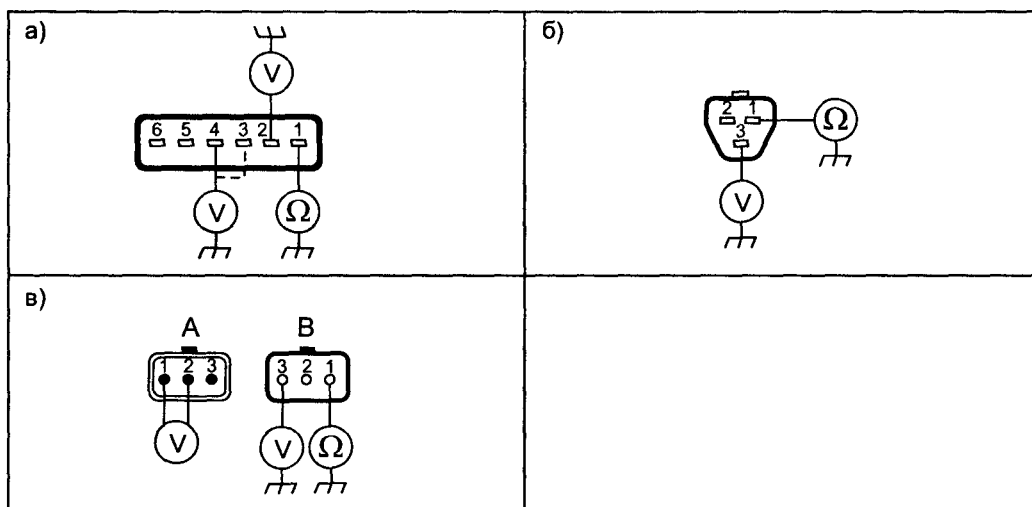

Рис. 2.6.12. Проверка датчиков двигателя
- нагревая его в горячей воде, проверяют изменение его сопротивления (см. рис. 2.6.12а и табл. 2.6.5).
- отключают 6-контактный разъем от распределителя зажигания и проверяют наличие «земли» на конт. 1 разъема жгута (рис. 2.6.12а);
- включают зажигание и проверяют наличие +12 В на контакте 2 разъема жгута (см. рис. 2.6.12а). Если питания нет — проверяют предохранитель F2, реле K46 и соответствующие соединения;
Для моделей 97—00 г.в. (включая двигатели ДОНС) датчик СКР расположен на передней крышке двигателя рядом со шкивом коленвала. Порядок проверки датчика и контрольные сигналы абсолютно аналогичны СКР автомобилей 96 г.в. (разъем датчика — см. рис. 2.6.12б, а также — элемент В54 на рис. 2.6.2).
- включают зажигание и проверяют наличие напряжения +12 В на контакте 2 разъема жгута (см. рис. 2.6.12а). Если оно равно нулю — проверяют предохранитель F2, реле K46 и соответствующие соединения;
Для моделей 97—00 г.в. (включая двигатели ДОНС) датчик СМР расположен на передней крышке двигателя рядом с шестерней распределителя. Порядок проверки датчика и контрольные сигналы абсолютно аналогичны СМР автомобилей 96 г.в. (разъем датчика — см. рис. 2.6.12в, а также элемент В132 на рис. 2.6.2).